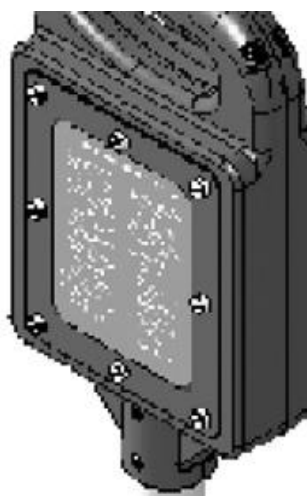

Рис. 29. Крышка батарейного отсека
1. Открутите восемь невыпадающих винтов на левой стороне маркероискателя и снимите крышку батарейного отсека (смотрите рисунок 29).